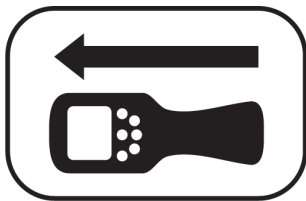

Abb. 31: Aufkleber auf der Schrittspannungssonde
Ein Aufkleber oben auf der Schrittspannungssonde zeigt die erforderliche Ausrichtung von Schrittspannungssonde und Empfänger während des Ortens (Abb. 31).
- Richten Sie Schrittspannungssonde und Empfänger mithilfe des Aufklebers (Abb. 31) korrekt aus.
- Achten Sie stets auf die Ausrichtung von Schrittspannungssonde und Empfänger entsprechend dem Aufkleber (Abb. 31).